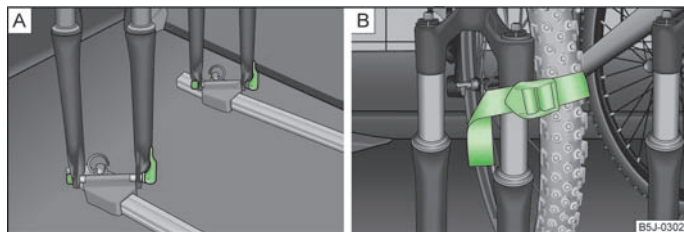

Fig. 56 Installer une bicyclette/exemple de fixation de la roue avant
- Poser la fourche de bicyclette sur l'axe de fixation et la serrer avec le tendeur rapide » fig. 56 - .
- Coincez la roue avant démontée de préférence entre la manivelle de la pédale gauche et le cadre de la bicyclette ; fixez-la sur la fourche avant avec une sangle » fig. 56 - ou sur un point de fixation.